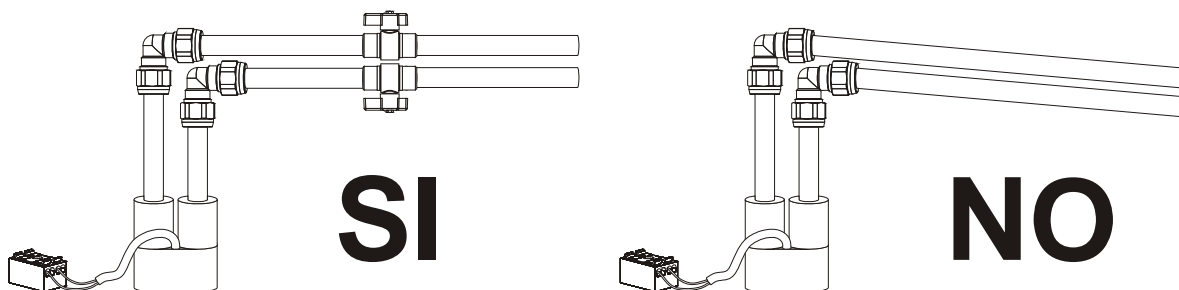

Figura 12
- ⚠ Los tubos se colocan de forma que los racores de compresión no queden forzados, para ello se deben evitar las curvas de radio pequeño y procurar que la curva que formen sea lo más amplia posible, así como que los tubos no queden inclinados respecto al racor sino rectos (figura 12).